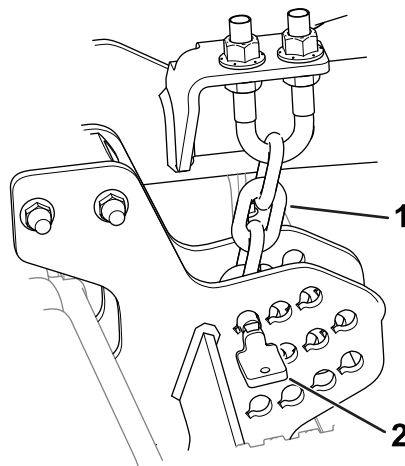

Figura 9
1. Retire os pinos que fixam as correntes da altura de corte à traseira da unidade de corte (Figura 9).
O pino deve ser instalado no elo de corrente de altura de corte mais baixo. A corrente deve estar pendurada a direito (Figura 9); não deve estar torcida.